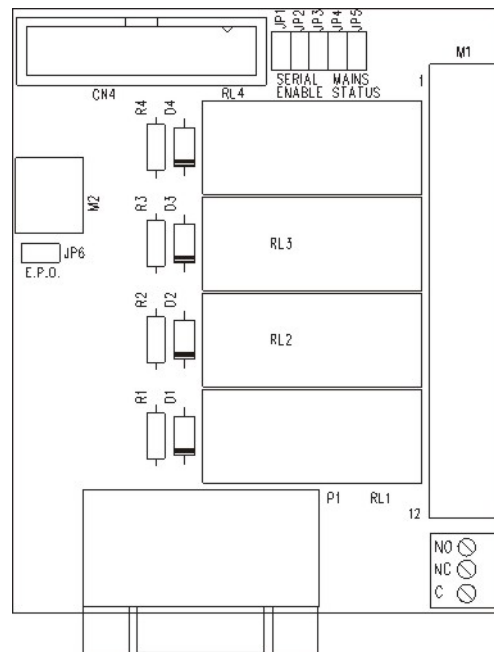

Рисунок 3-2 Установка опций стандартной релейной платы
2. Подключите один конец кабеля к нормально замкнутым контактам противопожарной клавиши (рис. 3-2).